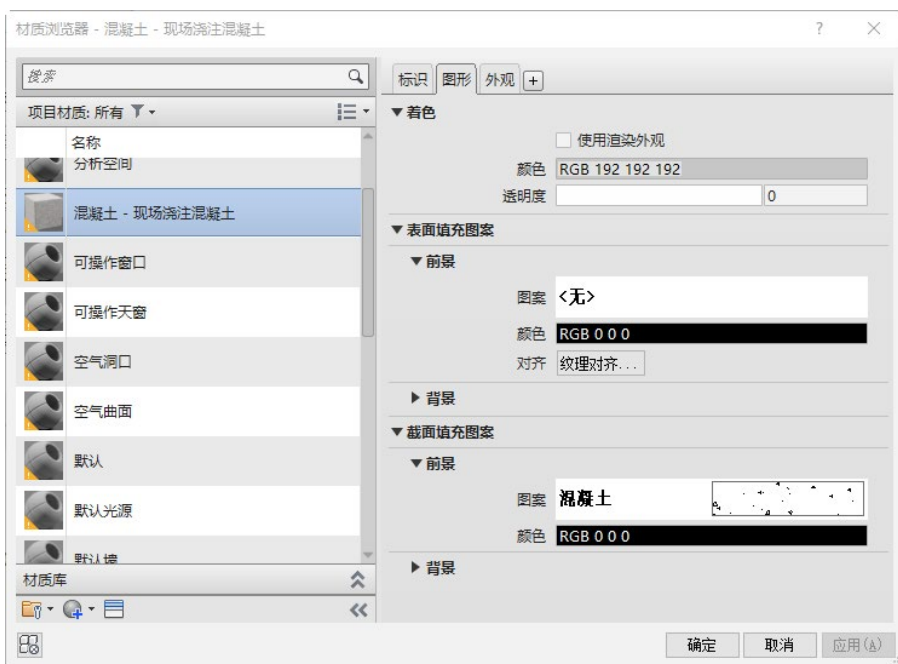

图 3-72 “材质浏览器”对话框
(5) 单击“模式”面板中的“完成编辑模式”按钮，在“属性”选项板中设置“拉伸起点”为“0.0”，“拉伸终点”为“-500.0”，如图 3-71 所示。单击“材质”按钮，打开“材质浏览器”对话框，选择“混凝土 - 现场浇注混凝土”材质，其余采用默认设置，如图 3-72 所示，单击“确定”按钮，完成材质的设置。